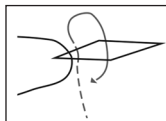

Fig. 7
- b] Guidez environ 2,5 cm de l'extrémité du fil de haut en bas à travers l'outil d'enfilage (voir Fig. 7).